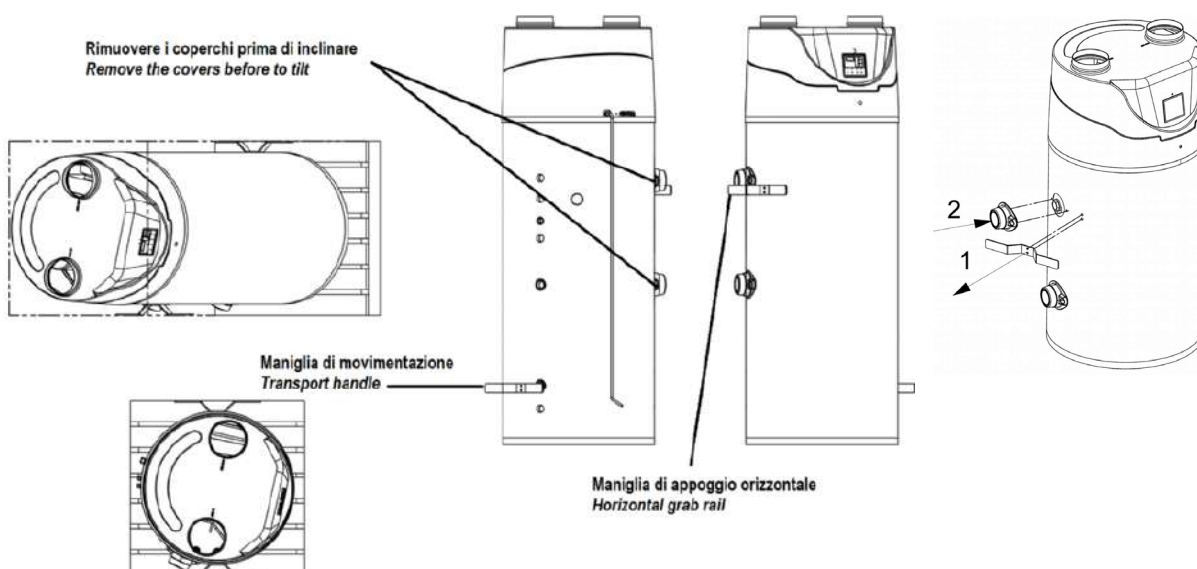

Fig.3
2.2 MOVIMENTAZIONE E TRASPORTO (Fig. 3)
- Per i modelli 180 la calotta di protezione anodo (2 Fig.3) è fornita non montata. Provvedere al montaggio una volta rimossa la maniglia superiore (1 Fig. 3).
L'unità deve essere movimentata ed immagazzinata in posizione verticale. E' consentito il trasporto orizzontale solo per brevi tratti e solo nella posizione indicata in fig. 3, utilizzando la maniglia superiore come appoggio insieme al pallet. In questo caso attendere almeno 3 ore prima di avviare l'unità dopo averla ricollocata correttamente in posizione verticale.
2.2 HANDLING AND TRANSPORT (Fig. 3)
- For the 180 models the anode protection cap (2 Fig. 3) is supplied unassembled. Carry out assembly once the upper handle has been removed (1 Fig. 3).
The unit must be handled and stored in an upright position. Horizontal transport is allowed only for short stretches and only in the position indicated in fig. 3, using the upper handle as a support together with the pallet. In this case, wait at least 3 hours before starting the unit after placing it back correctly in an upright position. The machine cover cannot withstand major stresses and therefore cannot be used for transport.